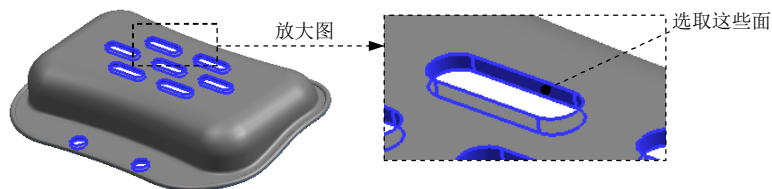

图 1.29 定义抽取对象
Step2. 创建抽取特征。选择下拉菜单**插入(S) → 关联复制(A) → 抽取几何体(E)...**命令，系统弹出“抽取几何体”对话框；在**类型**下拉列表中选择 **面** 选项，在**面选项**后的下拉列表中选择 **单个面** 选项；在**设置**区域中选中 ☒ **固定于当前时间戳记**和 ☒ **隐藏原先的** 复选框，其他参数采用系统默认设置值；选取如图 1.29 所示的所有破孔侧面（共 30 个面）为抽取对象；单击 **确定** 按钮，完成抽取特征 2 的创建，如图 1.30 所示。